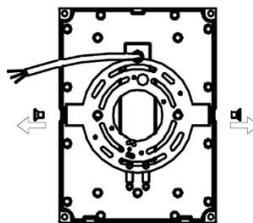

Рисунок 4.
- 5.5. Снимите крепежную скобу, открутив два винта (см. рисунок 4).